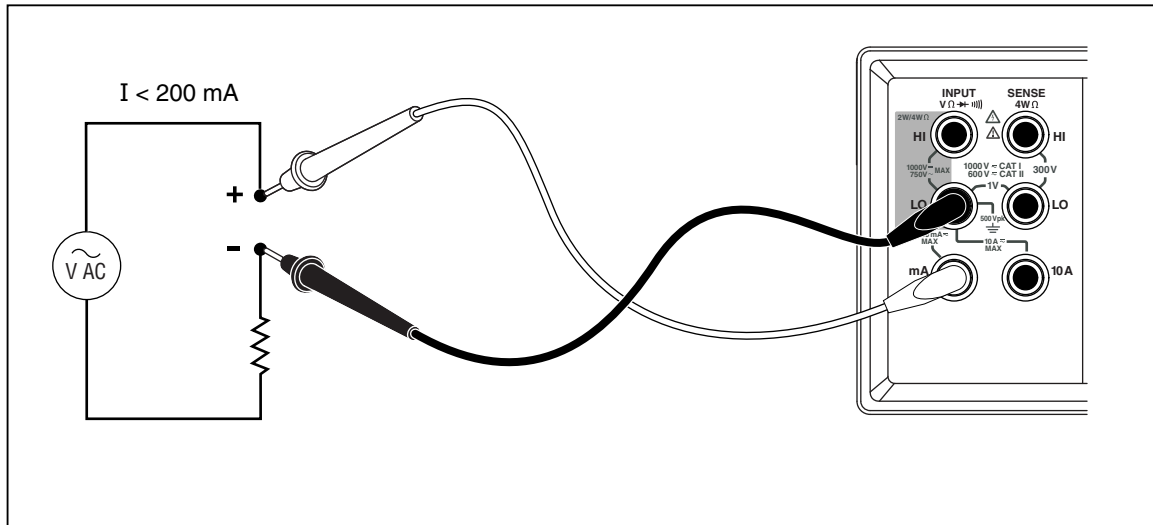

Abbildung 3-6. Vierleiter-Widerstandsmessung
1. Die Messleitungen gemäß Abbildung 3-6 zwischen dem Messgerät und dem zu messenden Stromkreis anschließen.